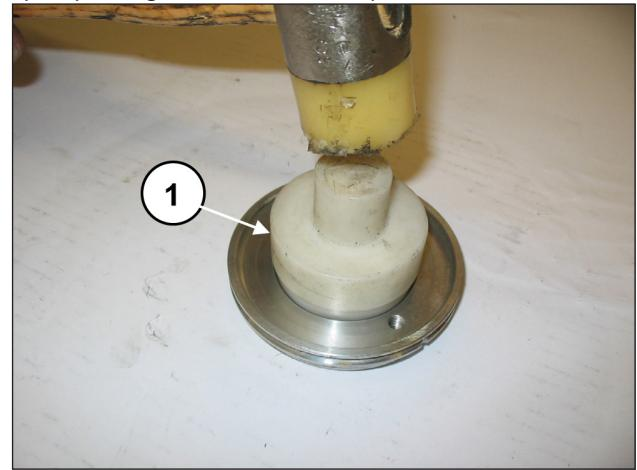

Fig. 93
Monter le joint d'étanchéité radial dans le couvercle de joint Spi (rep. ①, Fig. 93) à l'aide d'un tampon réf. 27910900.